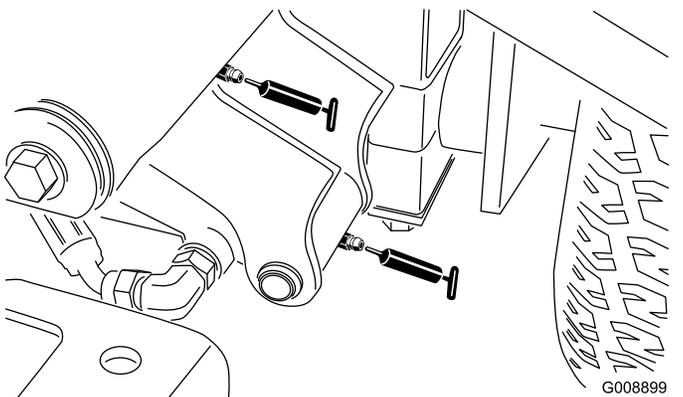

Figura 54
- Articulação do braço de elevação dianteiro esquerdo e cilindro de elevação (2) (Figura 54)